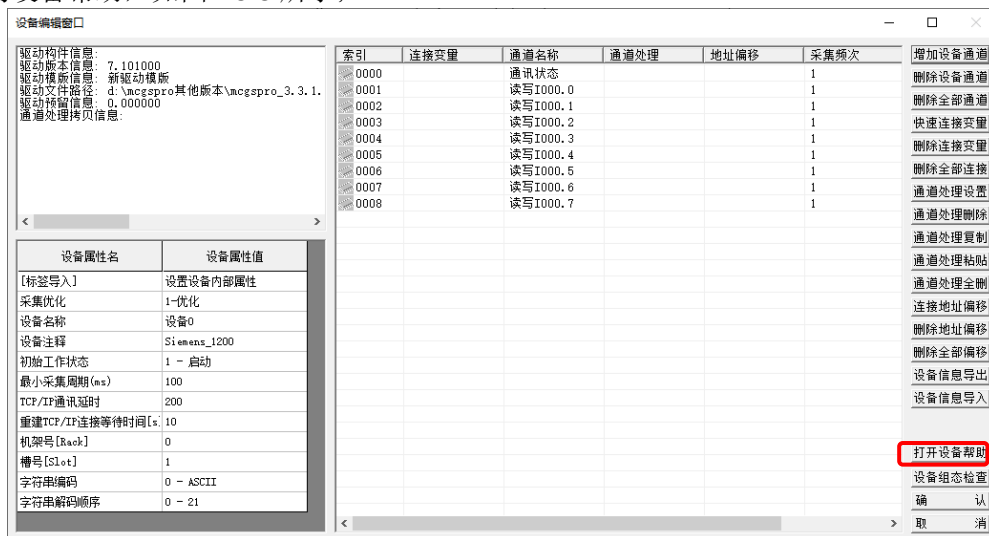

图 2.9-3 打开设备帮助
- ③ 双击添加的“Siemens_1200”，进入其设备编辑窗口，点击【打开设备帮助】，即可进入“Siemens_1200”驱动的设备帮助，如图 2.9-3 所示：